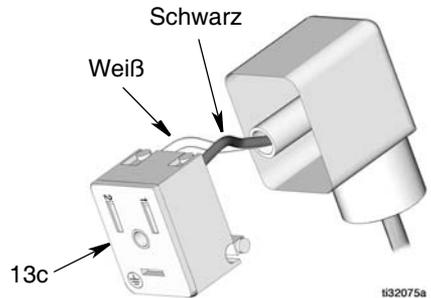

ABB. 7
9. Halteplatte (13c) am DIN-Stecker entfernen (ABB. 7).
Im DIN-Stecker das schwarze Kabel von der Klemme mit der Bezeichnung 1 abnehmen, das weiße Kabel von der Klemme mit der Bezeichnung 2 (ABB. 7). Wenn der Stecker nicht beschädigt ist, kann er für die Montage mit der längeren Leitung in Schritt 12, Seite 8 wieder verwendet werden.